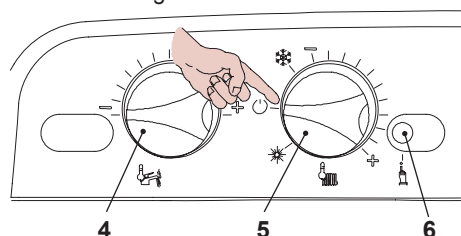

Fig. 5.61
- Per uscire dalla programmazione posizionare il selettore di funzione / manopola regolazione temperatura riscaldamento 5 come indicato in Fig. 5.61.